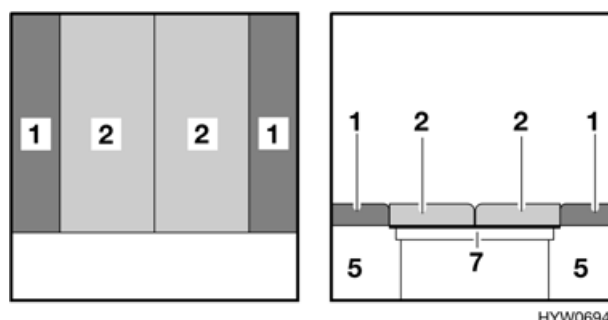

Fig. 48 Dopo la trasformazione
- Piazzare i cuscini dello schienale (Fig. 48,1) tra i cuscini del divano (Fig. 48,2) e la parete esterna.